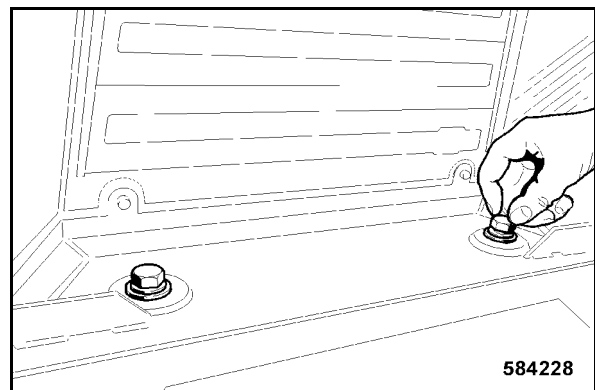

fig. 210
- Dévisser à nouveau les deux vis de fixation (fig. 210) dans la partie arrière de la cabine.
- Serrer les deux vis de fixation (fig. 210) dans la partie arrière de la cabine à un couple de 578 Nm.